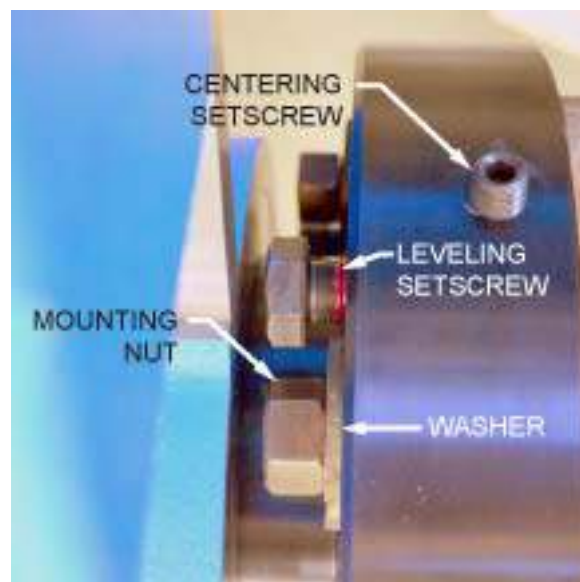

РИСУНОК 6. ДЕТАЛИРОВочный ЧЕРТЕЖ ВИНТОВ ШПИНДЕЛЯ
3. С помощью центрирующих установочных винтов (см. рис. 6) выполните центрирование станка.